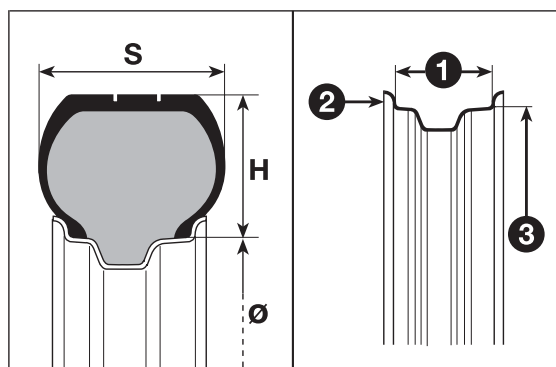

fig. 151
**Example fig. 151: 185/55 R 15 82T**
#### Example fig. 151: 6 J x 15 H2